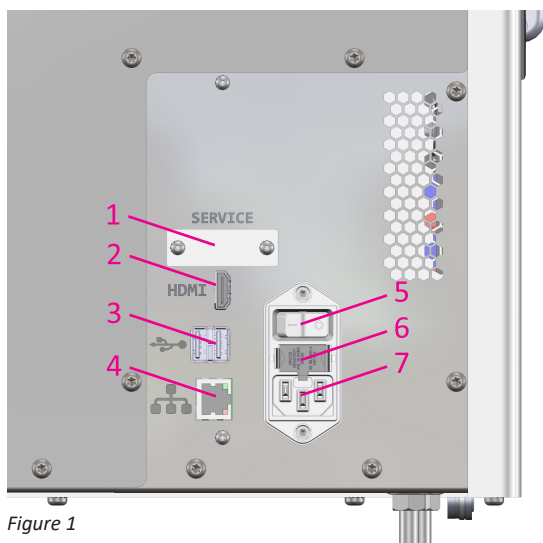

Figure 1
- Pour mettre l'analyseur sous tension, mettez l'interrupteur d'alimentation CA à l'arrière de l'appareil sur la position ON (« I ») (figure 1). Appuyez sur le bouton d'alimentation lumineux (figure 4) situé au-dessus de l'écran tactile, à l'avant de l'analyseur. L'analyseur émet un bip sonore et l'analyseur reste non fonctionnel pendant le démarrage du système d'exploitation. Ce processus de démarrage peut durer jusqu'à 1 minute. L'analyseur n'accepte pas d'échantillons tant que la température des composants de mesure n'a pas augmenté et ne s'est pas stabilisée. L'écran tactile vous signale lorsque l'analyseur est prêt à être utilisé.